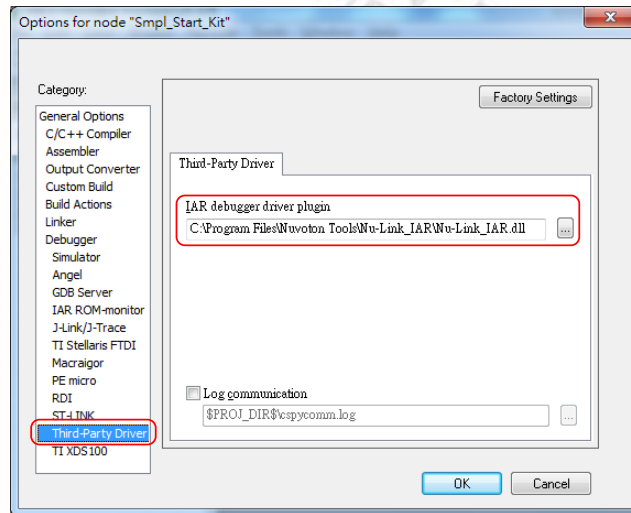

Figure 4-18 指定 IAR 调试器的驱动程序的插件文件路径
Step 7: 在“Third-Party Driver”条目, 指定 IAR 调试器的驱动程序的插件文件路径“C:\Program Files\Nuvoton Tools\Nu-Link_IAR\Nu-Link_IAR.dll”, 参见 Figure 4-18.